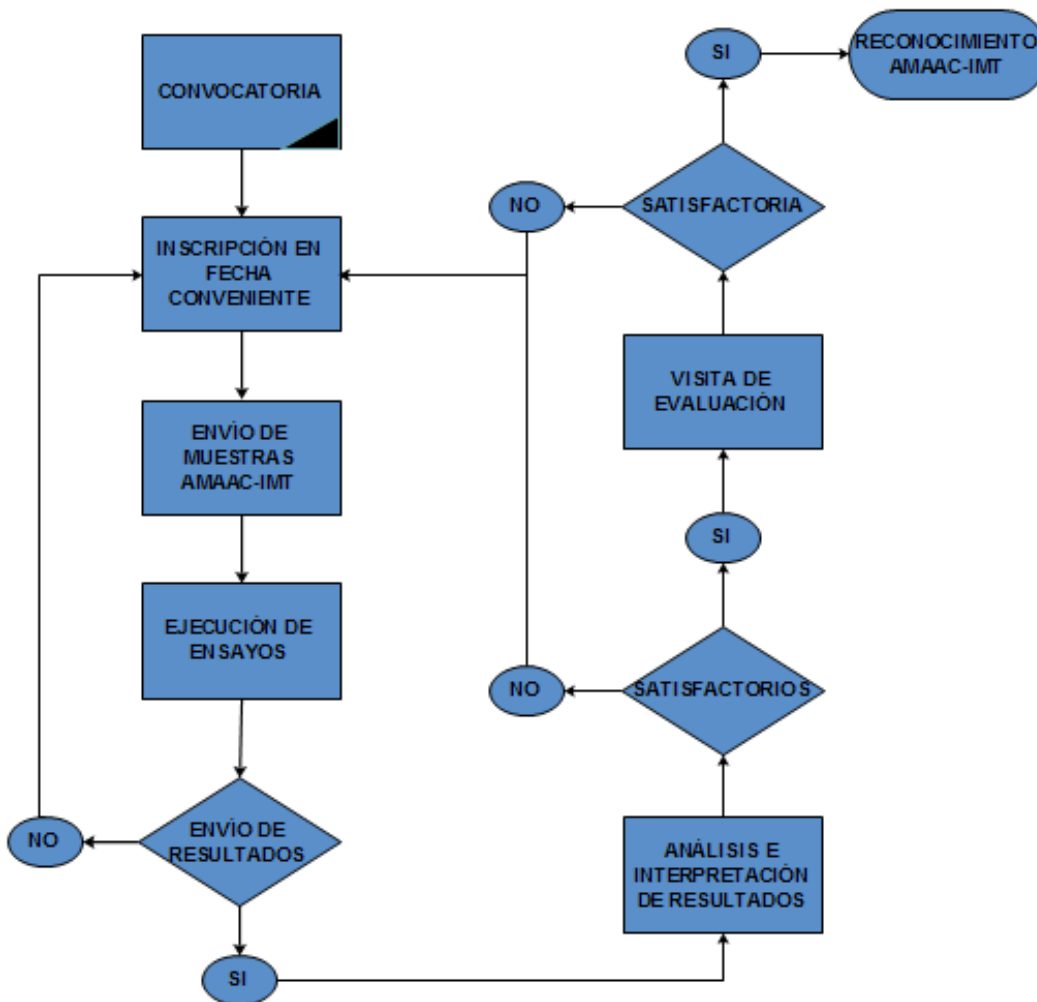

Figura 1. Diagrama de flujo del procedimiento del programa.
- B. El laboratorio deberá obtener resultados satisfactorios en los ensayos que participa para continuar en el proceso de evaluación, ver Figura 1.